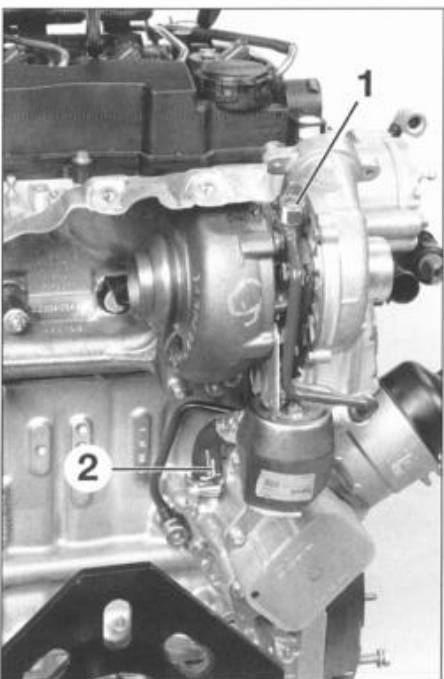
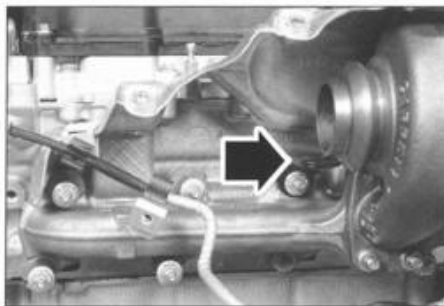

FIG. 45
FIG. 46
- la caja de resonancia del turbocompresor (3).
- el tubo de alimentación de aceite (1) del turbocompresor (fig. 45).
- el manguito de retorno de aceite (2) del turbocompresor.
- la pata de refuerzo (fig. 46).